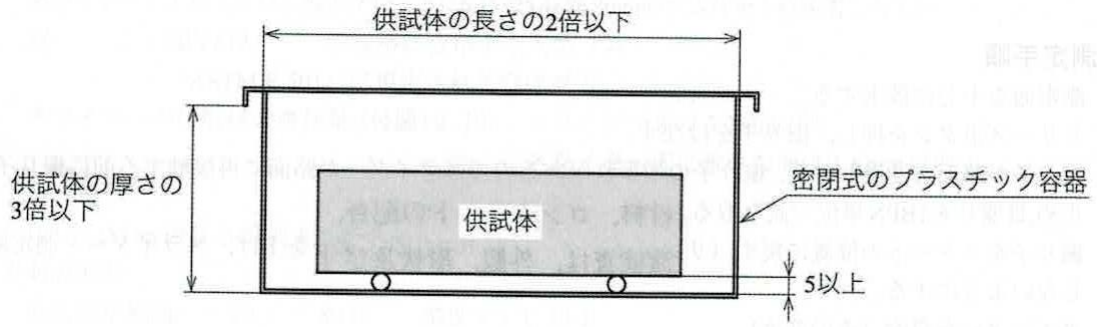

図1 湿潤状態にする装置の概略図
- ① 0.1mm 単位以上の精度で測定できるノギス
- ② 1g 単位以上の精度で測定できるはかり
- ③ 温度 105 ± 5℃に保持できる乾燥機
- ④ 密閉式のプラスチック容器(図 1)
- (3)保水量試験に用いる供試体はブロック有姿とし、製品の温度 105 ± 5℃の乾燥機で一定質量になるまで乾燥した後、常温まで冷やしたものとします。
- (4)この時の供試体の質量を量り、これを絶乾質量(m_d)とします。
- (5)この供試体を 15～25℃の水中に 24 時間浸せきした後、15～30℃の室内で付図1に示すプラスチック製の密封容器中に 30 分間静置した後、取り出して湿った布で表面の水膜をふき取って質量を量り、これを湿潤質量(m_w)とします。
- (6)供試体の体積(V)は、表面積に厚さを乗じたものとします。
- (7)厚さは 3 か所、幅及び長さは 2 か所を測定し、その平均値とします。なお、表面積は公証寸法から求めてもかまいません。
- (8)保水量(W_r)は、(1)式によって算出し、数値は四捨五入を行い、小数点以下 2 桁に丸めます。